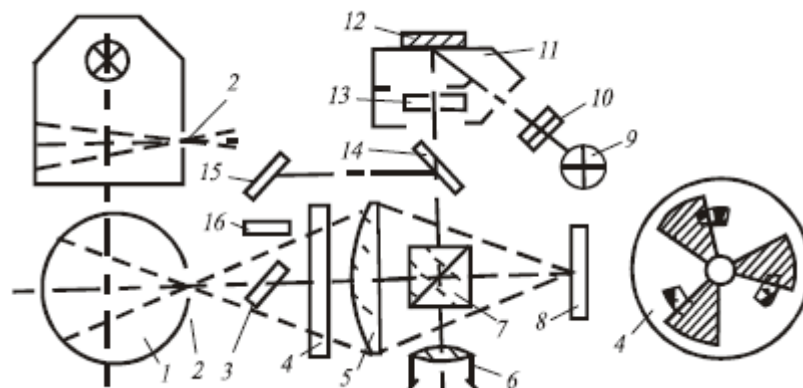

Рис. 1. Схема візуального колориметру
1. Навести схему візуального колориметру (рис. 1) та назвати її складові елементи.